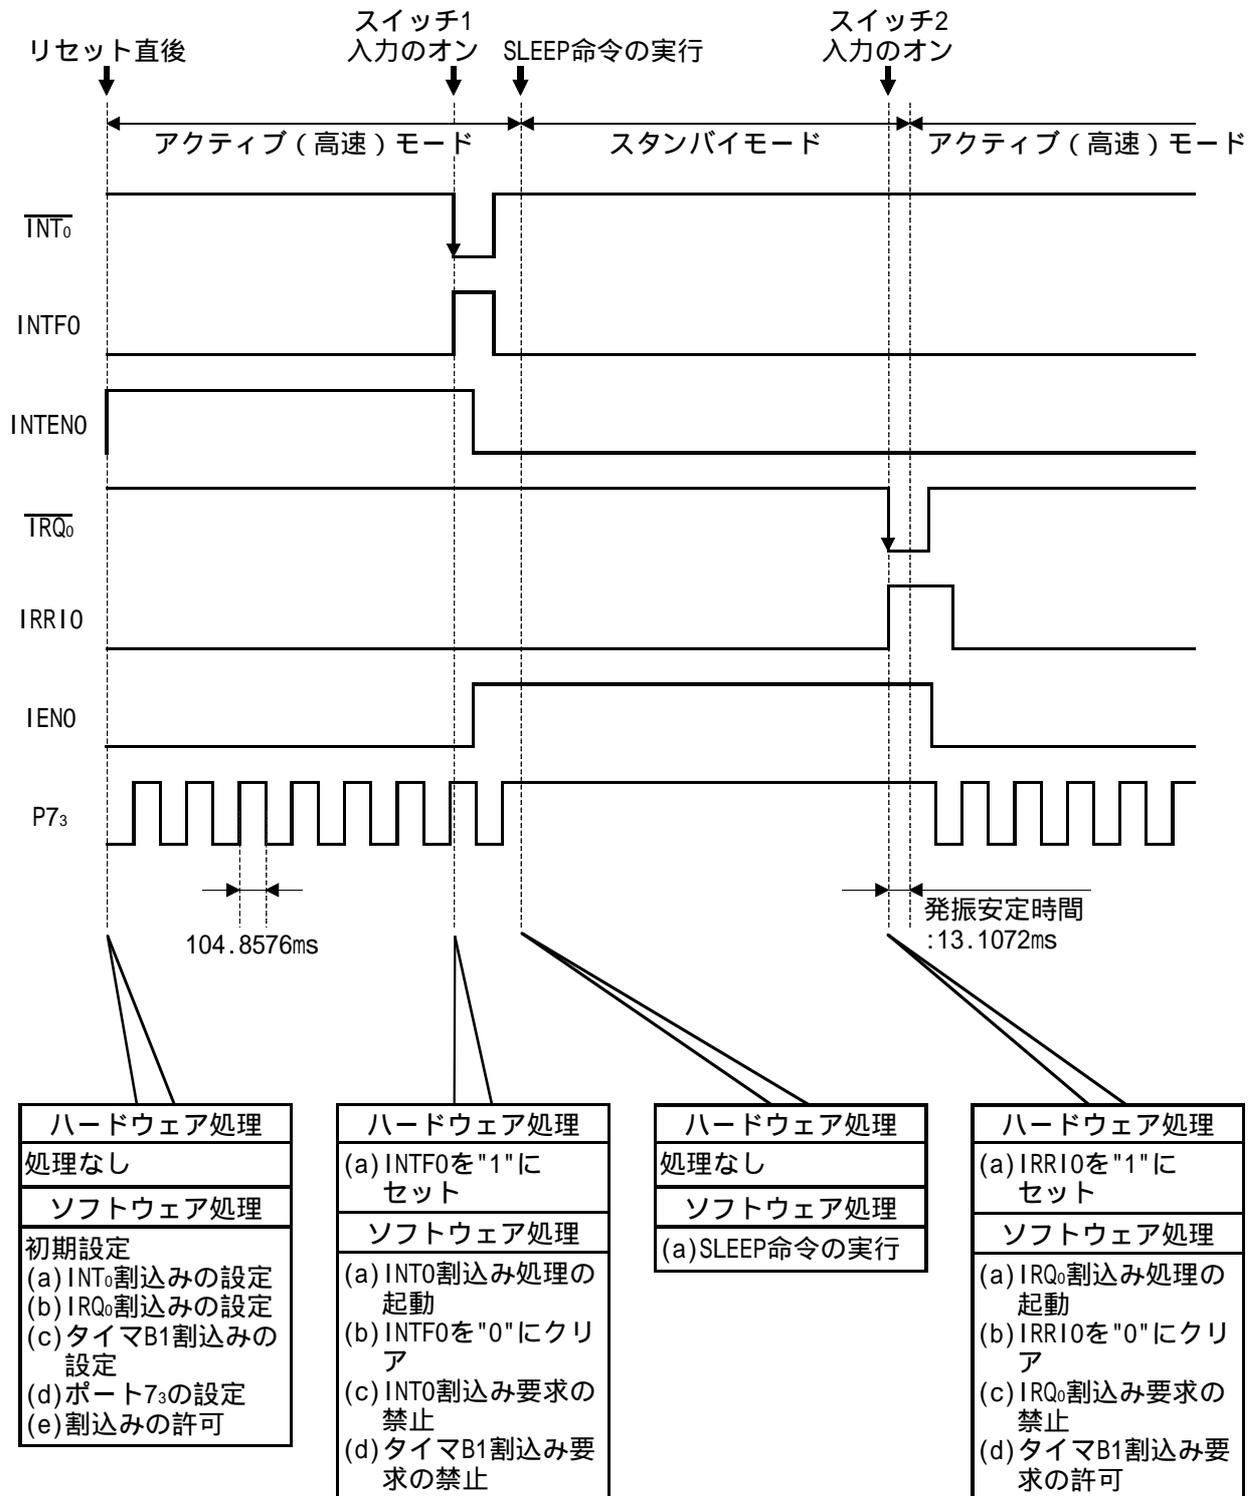

図3 スタンバイモードへの遷移の動作原理
(1) 図3に動作原理を示します。図3に示すようなハードウェア処理、およびソフトウェア処理によりスタンバイモードへの遷移を行います。